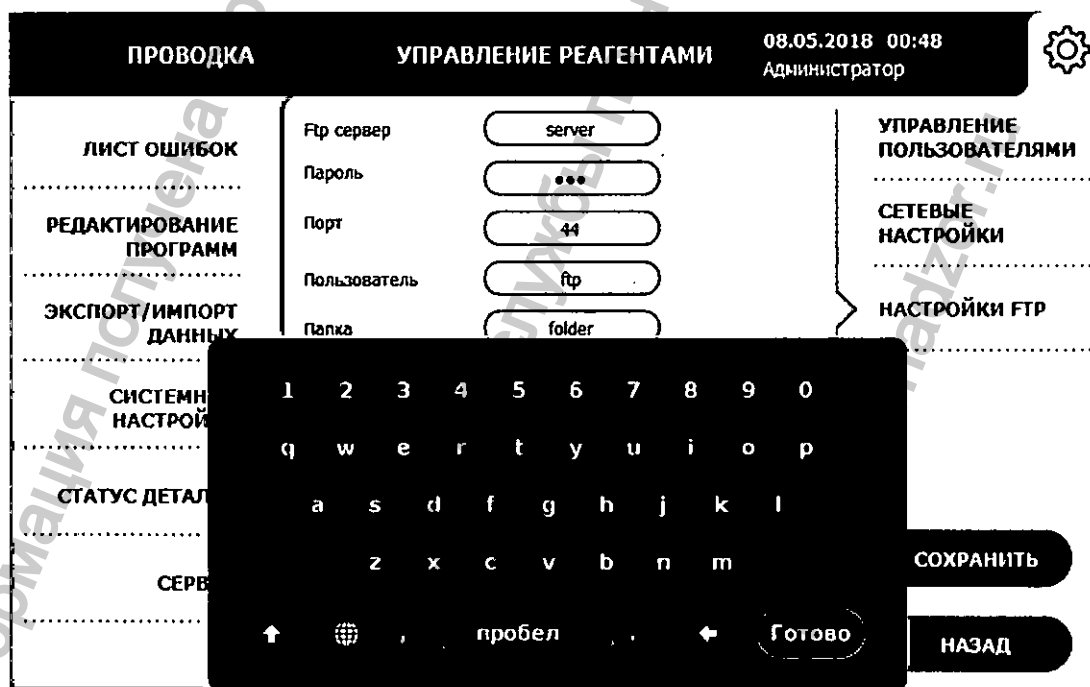

Рисунок 3.64. Ввод имени пользователя для доступа к FTP-серверу
4. В поле **Пользователь** введите имя пользователя для доступа к FTP-серверу, используя экранную клавиатуру (рисунок 3.64). Для подтверждения ввода нажмите кнопку **Готово**.